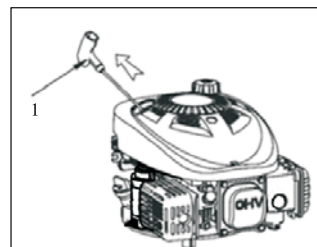

Fig.3
Ne laissez pas la poignée du démarreur (1) se rapprocher du moteur. Retournez-le doucement pour éviter d'endommager le démarreur. (Fig.3)